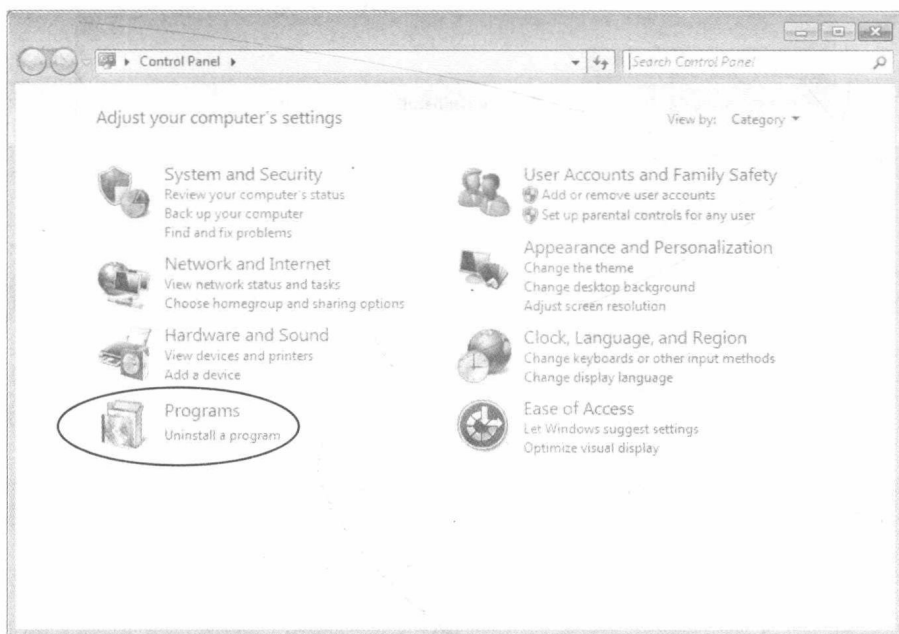
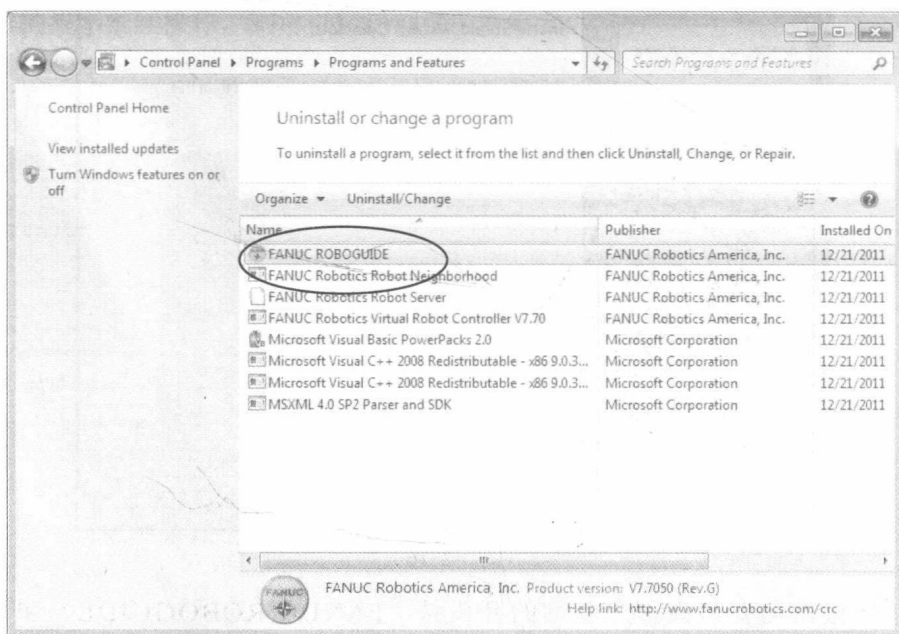

图 2-13
图 2-14
(1) Windows XP 打开控制面板，然后单击“Programs”（添加或删除程序），如图2-13所示。从安装程序列表中选择“FANUC ROBOGUIDE”，如图2-14所示，然后单击“Change/Delete”（更改/删除）。
(2) Windows Vista